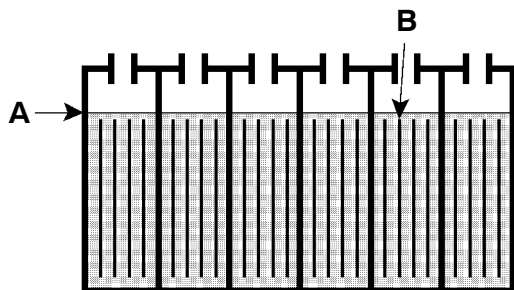

FIG. 15
4. Vérifiez le niveau d'électrolyte (A) dans chaque élément de batterie. Ne chargez pas les batteries à moins que l'électrolyte ne recouvre légèrement les plaques des batteries (B). Si nécessaire, ajoutez juste la quantité d'eau distillée nécessaire pour recouvrir légèrement les plaques. Ne remplissez PAS trop. Les batteries risquent de couler pendant la charge car elles se dilatent. Remettez les bouchons des éléments avant de charger. (Figure 15).